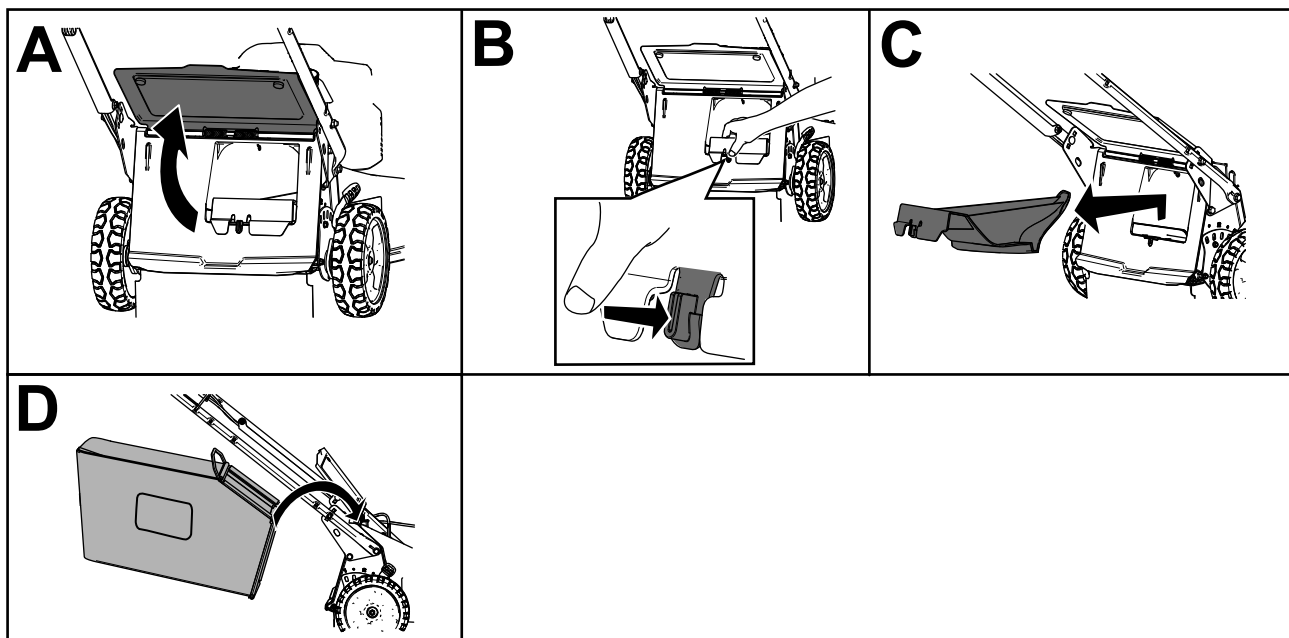

Bild 15
2. Heben Sie das hintere Ablenkblech an und halten Sie es hoch (A in Bild 15).
3. Drücken Sie zum Entfernen der Heckauswurfklappe mit dem Daumen auf den Riegel und ziehen die Klappe aus der Maschine (B und C in Bild 15).
4. Setzen Sie die Enden der Fangkorbstange in die Kerben an der Unterseite des Holms ein und bewegen den Fangkorb nach vorne und hinten, um sicherzustellen, dass die Enden der Stange richtig in den Kerben sitzen (D in Bild 15).
3. Nehmen Sie die Fangkorbstange am Fangkorb aus den Kerben an der Unterseite des Griffs (A von Bild 15).
4. Setzen Sie die Heckauswurflappe ein (B in Bild 15).
5. Senken Sie das hintere Ablenkblech ab (C in Bild 15).